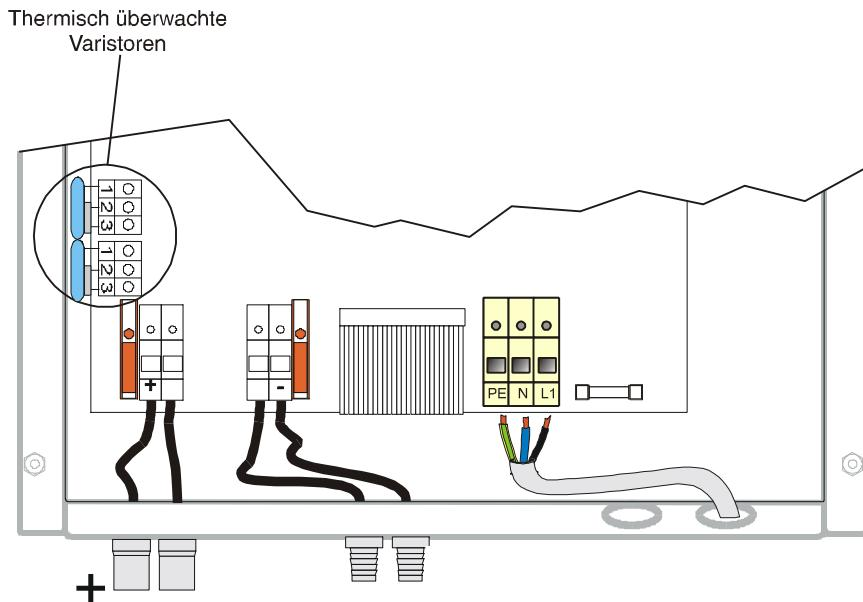

Abbildung 5.2: Thermisch überwachte Varistoren
- Die beiden thermisch überwachten Varistoren V1 und V2 (siehe Abbildung 5.2) mittels geeignetem Schraubendreher lösen und herausnehmen.